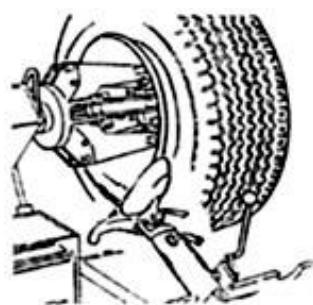

Fig 9
Перед началом работы со станком необходимо убедиться в правильной его установке и функциональности. **Все нижеследующие манипуляции можно проводить только с полностью отключенным держателем инструмента (рис. 9).**
(6) Отведите диск (12) от борта шины, отпустите блокировку (10), переведите консоль в исходное положение, переведите диск (12) к внутреннему борту шины.
(7) Повторите операцию до тех пор, пока шина не будет полностью снята с обода (рис. 9).